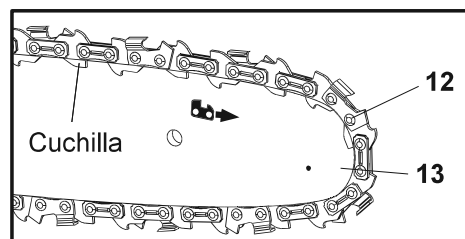

Fig. 2
4. Extienda la cadena (12) con los filos de la cadena orientados en la dirección de rotación. Deslice la cadena (12) en la ranura alrededor de la espada (13). Asegúrese de que la cadena (12) se instala en la dirección de rotación correcta (Fig. 2).